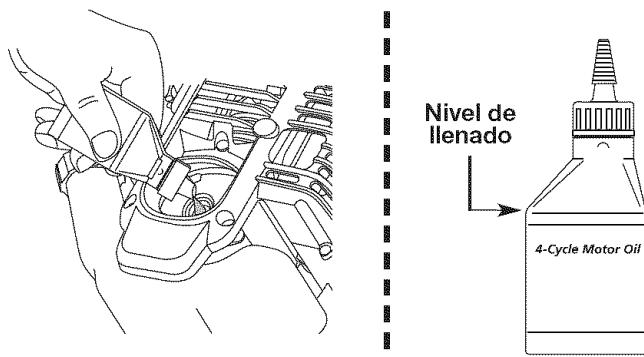

Fig. 23
**NOTA:** Use la botella y la boquilla que guardó del uso inicial para medir la cantidad correcta. El nivel de 90 ml (3,04 onzas) está aproximadamente en la parte superior de la etiqueta de la botella (Fig. 23). Mida el nivel con la varilla de medición. Si el nivel está bajo, agregue una pequeña cantidad de aceite y vuelva a medir (Fig. 23). No lo llene demasiado.